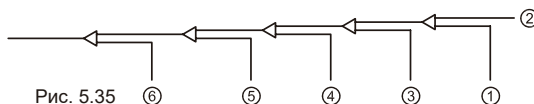

Рис. 5.35
- Точно так же продуйте другие отверстия, двигаясь последовательно от внутреннего блока А к наружным блокам. См. Рис. 5.35